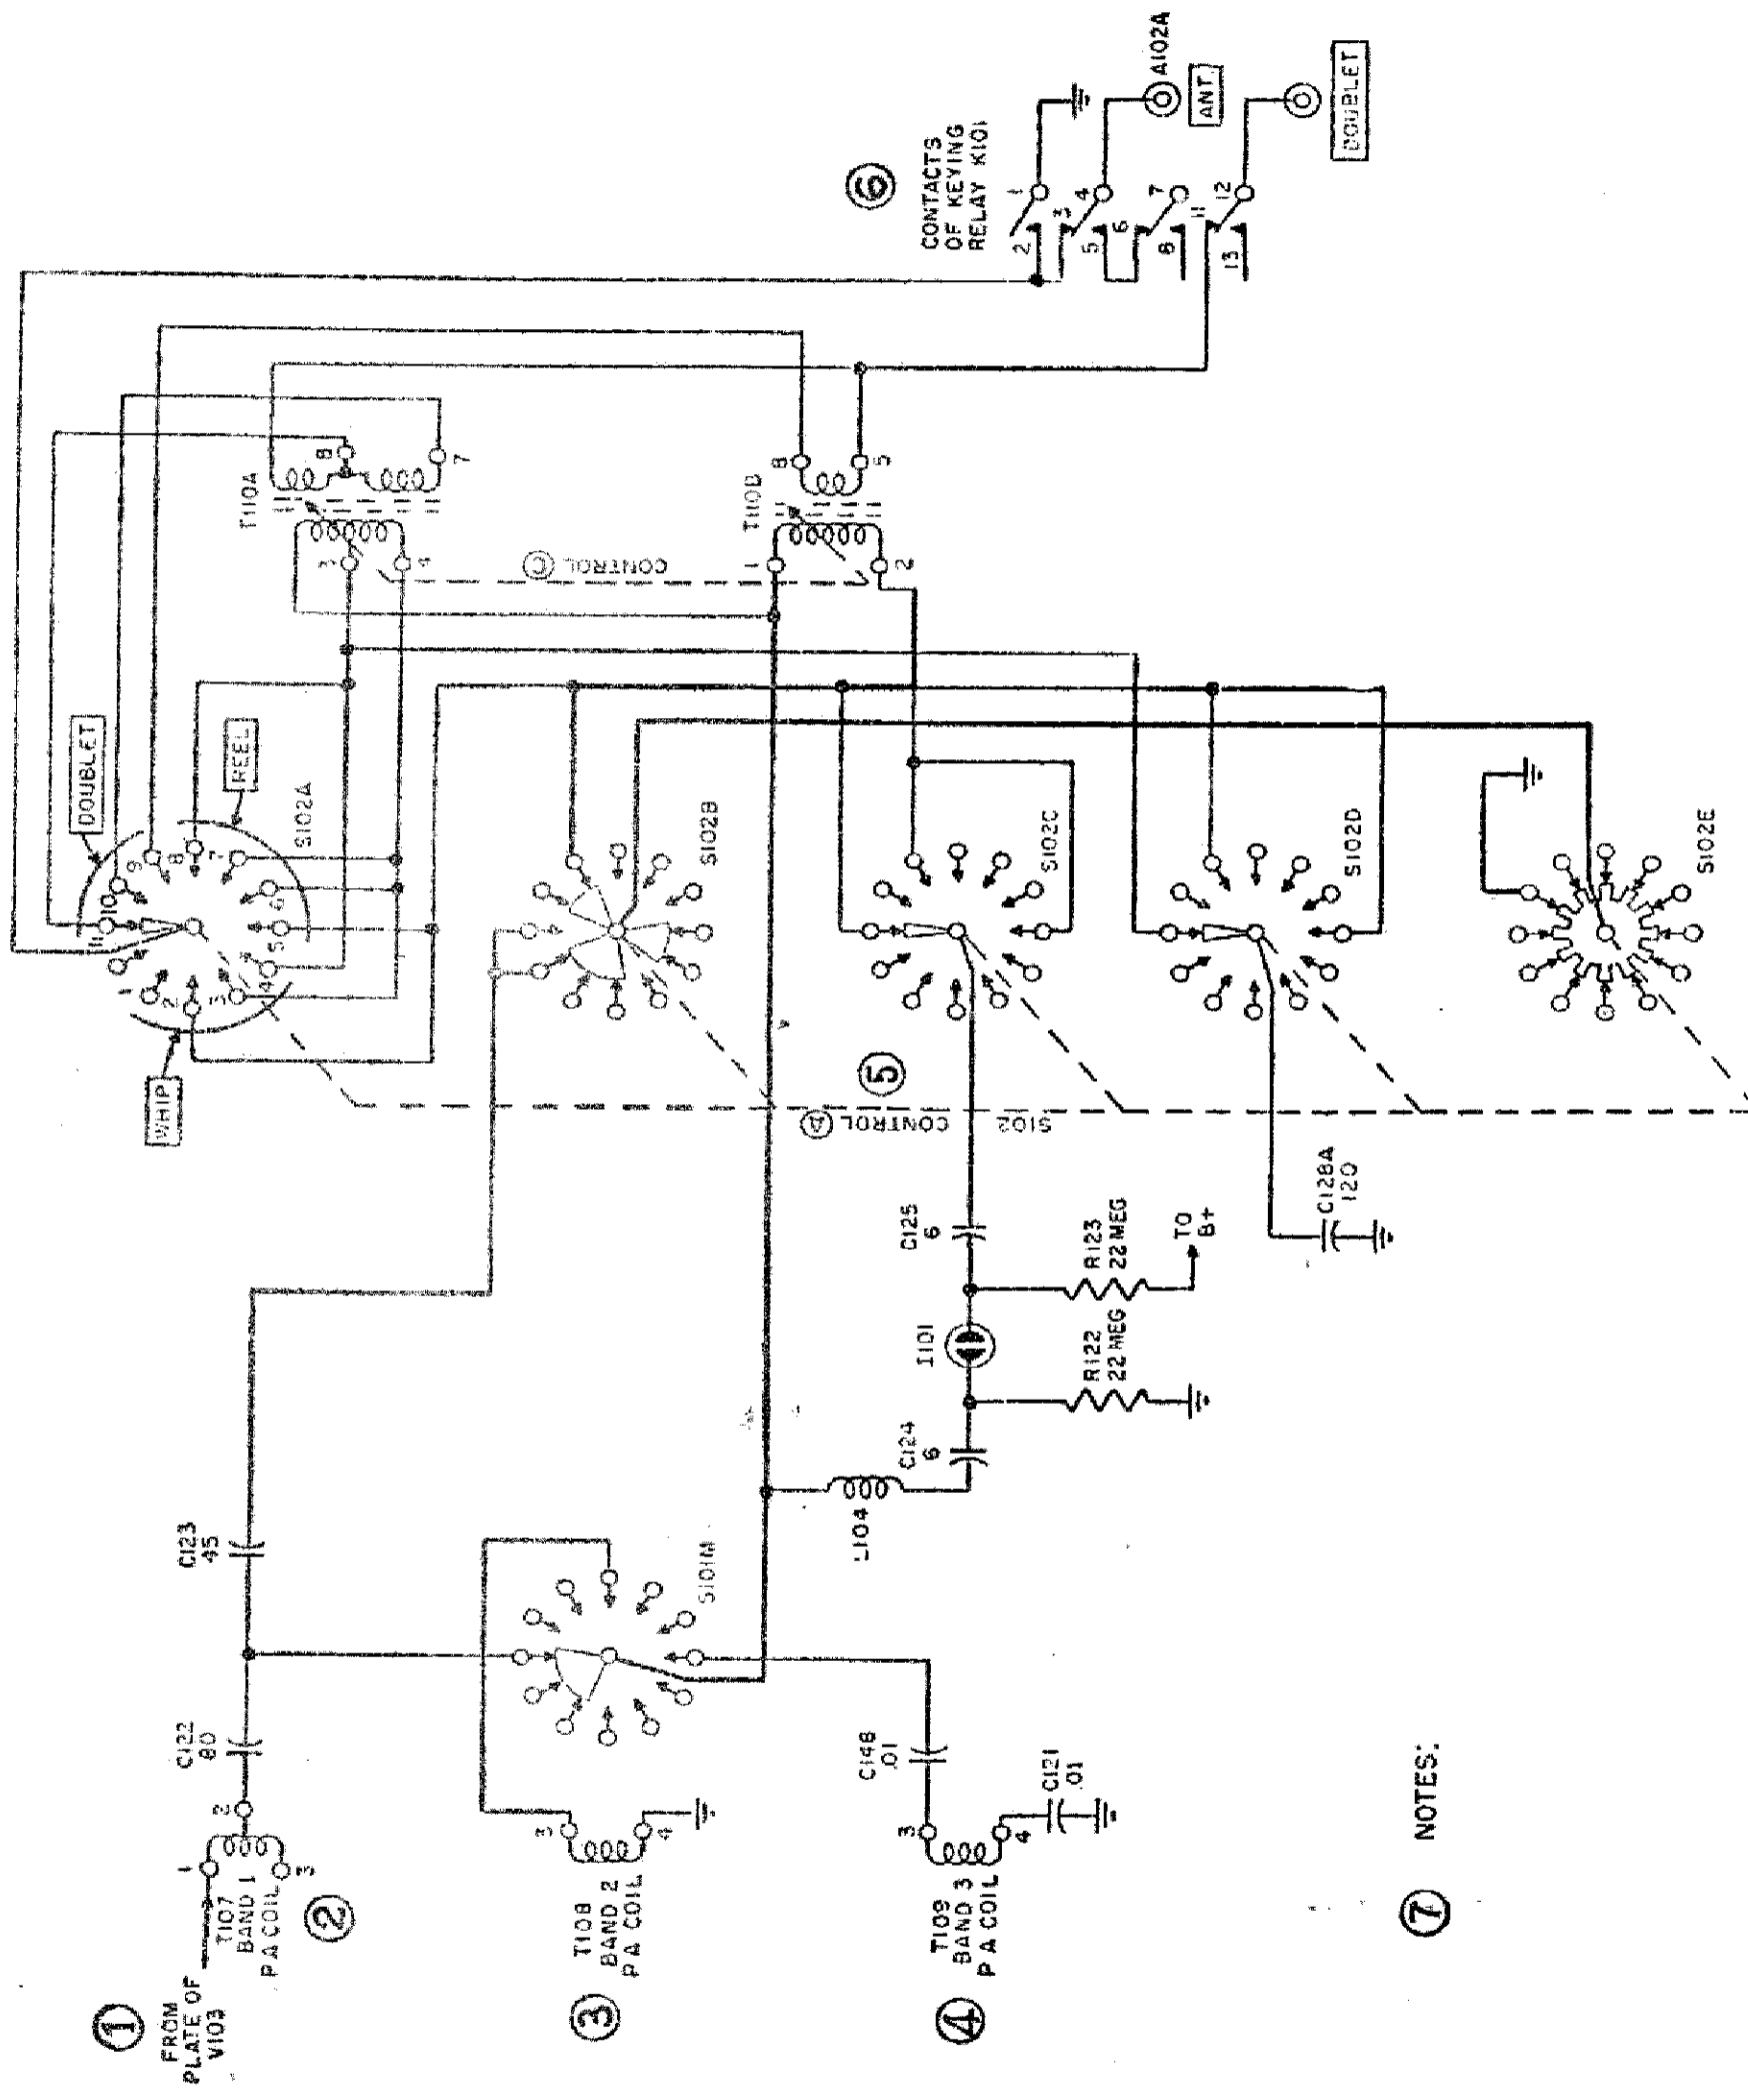

FIG. 29 - Commutazione di antenna e circuiti sintonizzati del trasmettitore.
42- Commutazione d'antenna e circuiti sintonizzati del trasmettitore (fig. 29).
a. Vi sono 11 possibili posizioni per il commutatore S102 (fig.29). Solamente le sezioni che vanno dall'A all'E entrano a far parte nel funzionamento del trasmettitore. La posizione F è impegnata solo per il funzionamento del ricevitore. Le 11 diverse posizioni servono perchè l'antenna adatti la sua impedenza a quella della bobina di uscita dell'amplificatrice di potenza. Ciò perchè si abbia il massimo trasferimento di energia per tutte le frequenze di funzionamento del trasmettitore. Le funzioni assolve